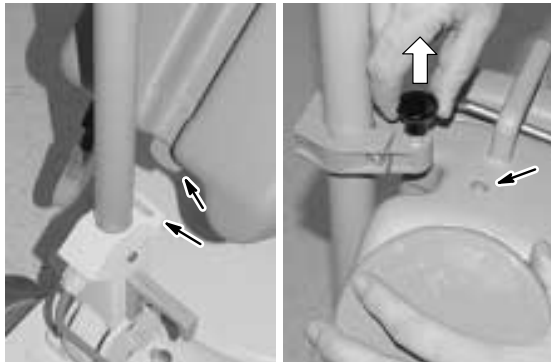

BILD. 3
2. Koppla kedjan till spaken för vätskeflödeskontroll. Koppla vätsketillförselslangen till kopplingen vid maskinbasen (bild 3).